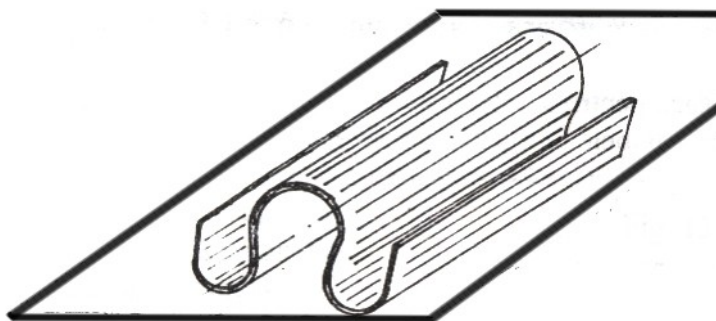

Fig.16
- la semanatoarea cu bara laterale rabatabile, in timpul transportului sectiile de pe aceste bare se ridica in sus (arcurile se comprima si tijele (poz.2, fig. 3) ies din urechile placii (poz.11) pana cand distantierele fig.16 incap pe tije intre capetele hexagonale ale tijelor si urechile placii (poz.11, fig.3). In acest fel aceste sectii vor avea aceiasi garda la sol cu celelalte de pe bara centrala.